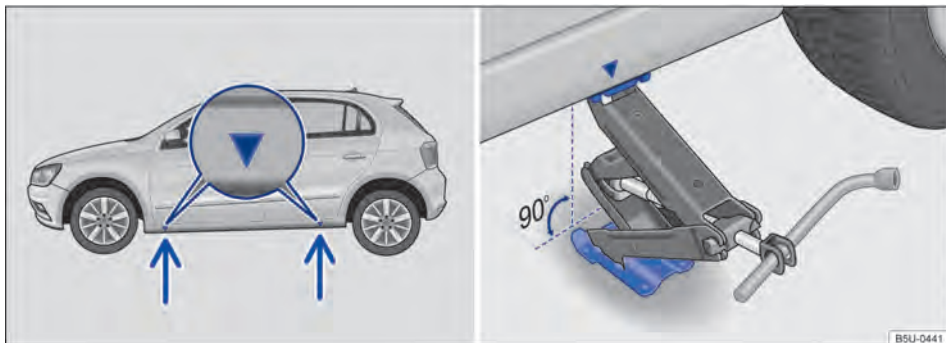

Fig. 186 Pontos de apoio do macaco e macaco posicionado no lado esquerdo traseiro do veículo.
O macaco somente pode ser posicionado nos pontos de apoio indicados (marcação na carroceria) → Fig. 186. É válido o ponto de apoio localizado próximo à roda correspondente → .
7. Procurar sob o veículo o ponto de apoio do macaco → Fig. 186, mais próximo da roda a ser trocada.
10. Garantir que a base do macaco, com toda sua superfície, esteja sobre o chão e que a base se encontre perpendicularmente abaixo do ponto de colocação → Fig. 186.
11. Alinhar o macaco e, simultaneamente, levantar a garra do macaco até ela se encaixar na travessa debaixo do veículo → Fig. 186.
- Posicionar o macaco somente nos pontos indicados. A garra do macaco deve se encaixar no perfil da longarina de forma segura → Fig. 186.